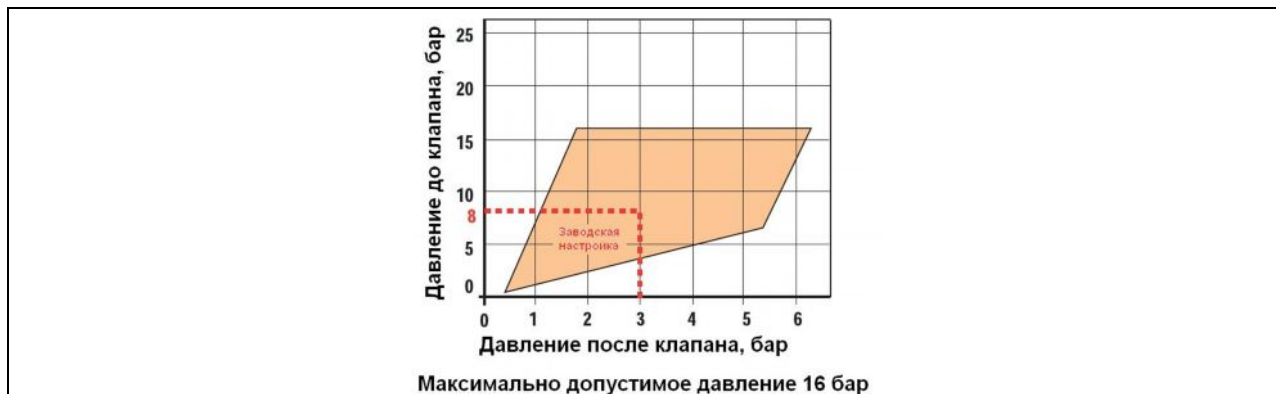

Рис. 2 Область применимости клапанов типа 7 bis в зависимости от давления до клапана и требуемого давления после клапана
1. Проверить применимость по давлению до и требуемому давлению после клапана (рис. 2)
1. **Проверка применимости по давлению до и требуемому давлению после клапана (рис.2)**
Давление до клапана - 8 бар; Давление после клапана – 3 бара. Рабочая точка, соответствующая указанным давлениям лежит внутри области применимости (рис.2)